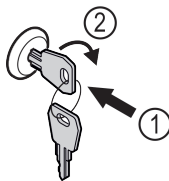

Fig. 166
- ▶ Įspauskite raktą. Fig. 166 (1)
- ▶ Pasukite raktą 90° pagal laikrodžio rodyklę. Fig. 166 (2)